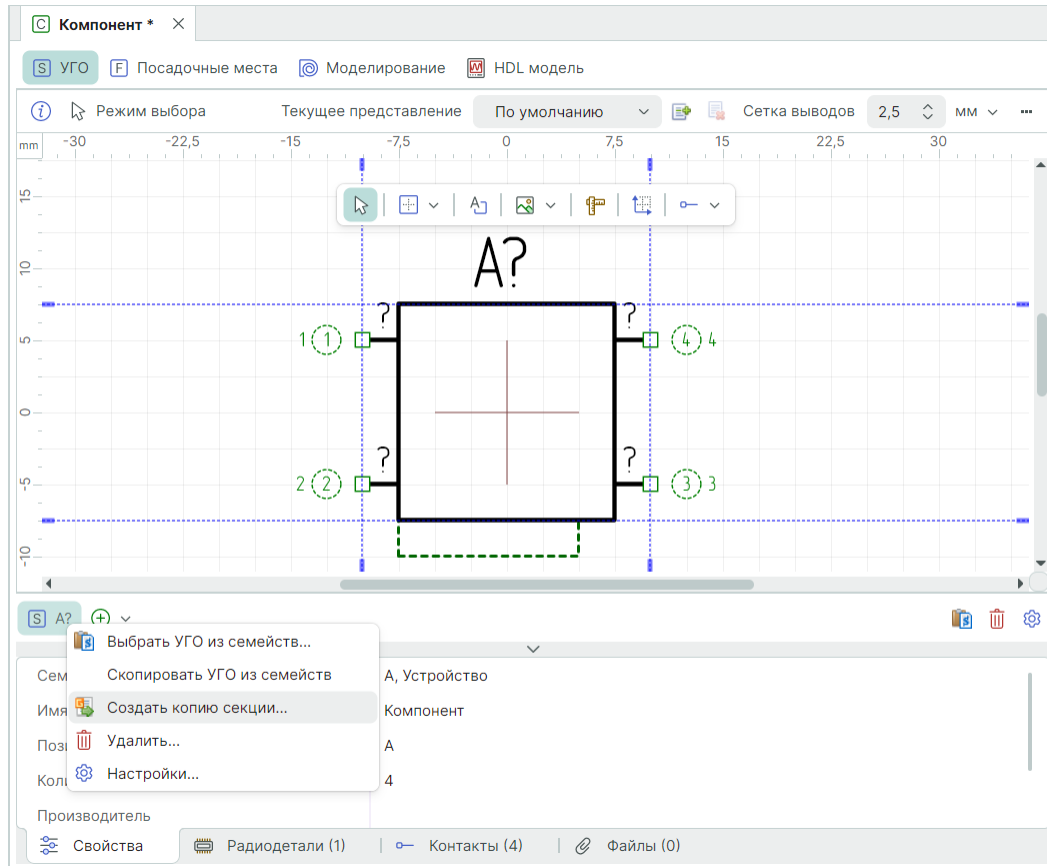

Рис. 200 Вызов инструмента копирования секции
1. В нижней левой части окна на области иконки  из контекстного меню выберите «Создать копию секции», см. Рис. 200.